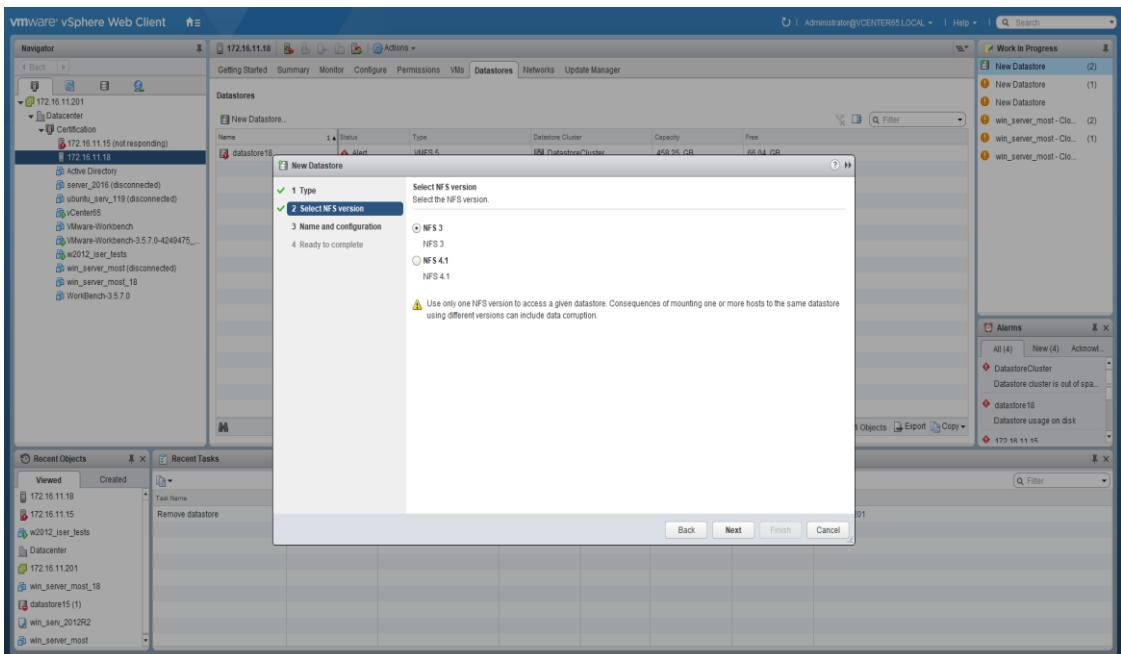

Рисунок 109. Версия NFS
6. Выберите версию NFS – **NFS 3** (см. Рисунок 109).